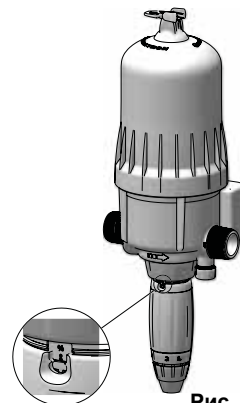

Рис. 17
- Снова завинтите блокировочную гайку дозирования (Рис. 17).